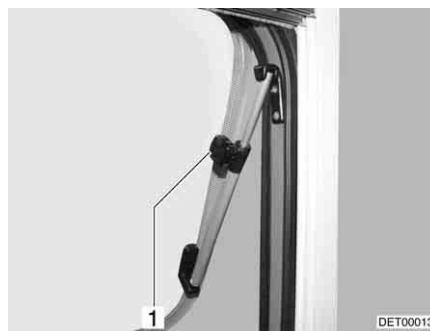

Fig. 60 Fenêtre projetante avec bras pivotants, ouverte
- Ouvrir la fenêtre projetante jusqu'à la position voulue et la bloquer avec la molette (Fig. 60,1).
- Tourner la molette (Fig. 60,1) jusqu'à ce que le dispositif de blocage soit libéré.